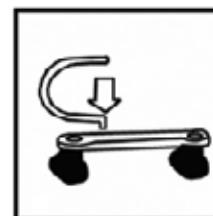

Fig. 1
2. Atornille las ruedas en las barras del chasis e inserte las horquillas en los orificios de cada barra (Fig. 1).